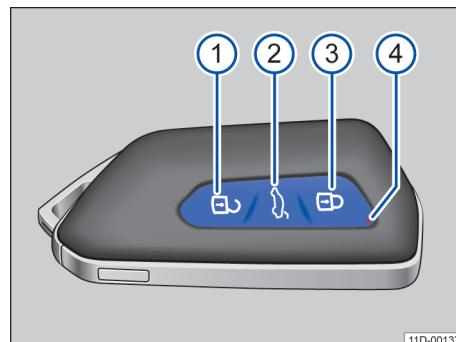

图 47 遥控钥匙
如用另一把钥匙在车外闭锁汽车，则车内的钥匙将被锁止，无法起动发动机→第 115 页。如需使车内钥匙获得许可起动发动机，则可按压车内钥匙上的 ⑥ 按钮→图 47